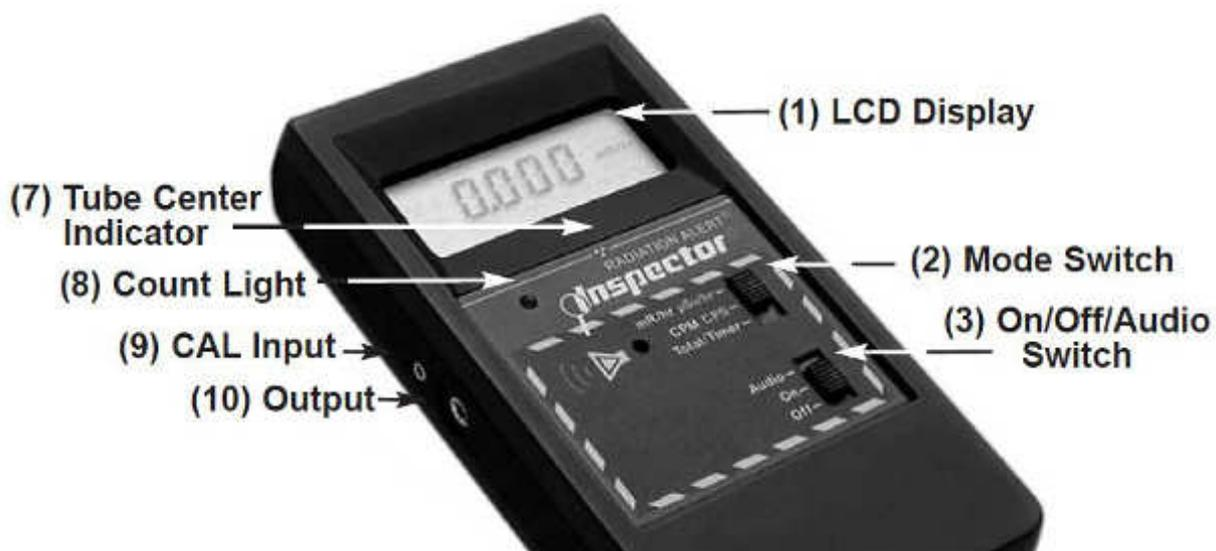
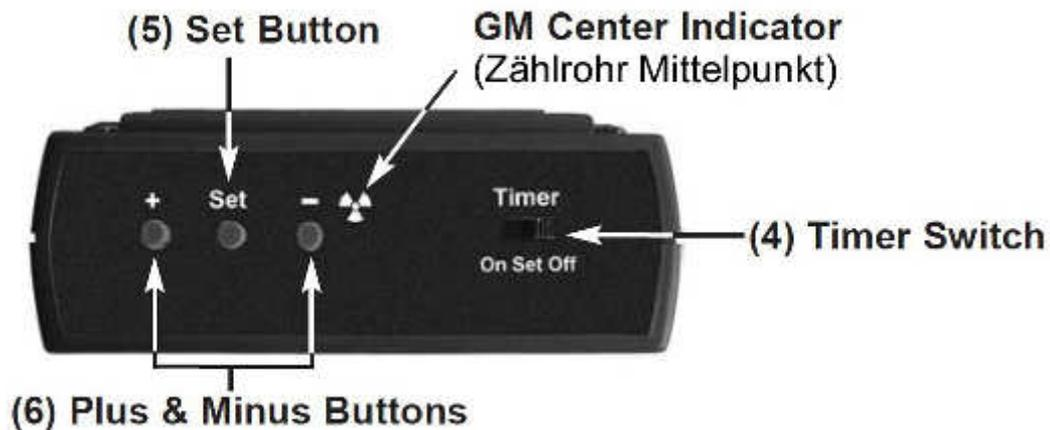

Bild 1: Frontansicht
Bild 2: Obere Stirnseite
Der »Inspector+« registriert ionisierende Ereignisse und zeigt das Resultat in einem „LCD-Display“ (Bild 1(1)) an. Mit dem „Betriebsartenumschalter (Bild 1 (2)) (Mode Switch)“ können Sie verschiedene Maßeinheiten auswählen. Wenn der »Inspector+« im Betrieb ist, wird jedes ionisierende Ereignis (Count) durch ein kurzes Aufleuchten des roten „Count Light“ (Bild 1(8)) angezeigt und, wenn mit dem „Aus/Ein/Audio Schalter (Bild 1 (3)) (Off/On/Audio Switch)“ Audio gewählt ist, ertönt zusätzlich ein akustischer „Klick“.
Betriebsartenumschalter (Bild 1 (2)) (Mode Switch)
Total/Timer. Die Anzeige gibt die Summe der Ereignisse von 1 bis 9 999 000 an. Wenn X1000 angezeigt wird, so ist die Anzeige mit 1000 zu multiplizieren. Die Summenanzeige wird mit dem Schalter „Mode Switch“ (Bild 1(2)) unter „Total/Timer“ gestartet. Siehe auch unter „III Betrieb“.
Aus/Ein/Audio Schalter (Bild 1 (3)) (Off/On/Audio Switch)
Timer Schalter (Bild 2 (4)) (Timer Switch)
Einstellknopf (Bild 2 (5)) (Set Button)
Plus & Minus Knöpfe (Bild 2 (6)) (Plus & Minus Button)
Der »Inspector+« benutzt eine 4,5 cm-Geiger-Röhre, im Volksmund wegen der Bauart auch „Pfannkuchen-Röhre“ genannt. An der Rückseite des »Inspector+« erkennt man ein Gitter, welches als Fenster (Window) bezeichnet wird, siehe Bild 4. Durch dieses Fenster können auch Alpha- und niederenergetische Beta- sowie Röntgenstrahlung eintreten, welche sonst das Plastikgehäuse nicht durchdringen könnten. Die kleinen Strahlungssymbole auf der Frontseitenbeschriftung (Bild 1 (7)) und auf der Stirnseite (Bild 2) markieren den Mittelpunkt der Geiger Röhre.
Der Eingang „CAL Input“ (Bild 1 (9)) wird bei der elektronischen Kalibrierung als Anschlussmöglichkeit für den Pulsgenerator benötigt. Siehe dazu „V Wartung“ \ „Elektronische Kalibrierung“.
Über den Ausgang „Output“ (Bild 1 (10)) besteht die Möglichkeit, den »Inspector+« mit einem Gerät zur Datenverarbeitung zu verbinden (Computer oder Ähnliches). Näheres siehe „III Betrieb“ \ „Anschluss von externen Geräten“.
Zum Einschalten des »Inspector+« wählen Sie zuerst mit dem Betriebsartenschalter („Mode Switch“) (Bild 1 (2)) die gewünschte Betriebsart und schalten Sie mit dem Aus/Ein/Audio Schalter („On/Off/Switch“) (Bild 1 (3)) den »Inspector+« ein. Dabei bleibt in der Stellung „On“ der »Inspector+« stumm, wenn Sie „Audio“ wählen, wird jedes Ereignis auch durch ein akustisches Signal (Klick) angezeigt.
Der akustische „Klick“ und das „Count Light“ (Bild 1 (8)) ergeben den unmittelbarsten Eindruck des Strahlungspegels. Die numerische Anzeige erscheint immer um drei Sekunden verzögert (automatische Mittelwertbildung), falls Sie nicht im „Total/Timer“ Modus arbeiten.
- 1.) Stellen Sie den Betriebsartenschalter (Bild 1 (2)) auf „Total/Timer“ und den Timer Schalter (Bild 2 (4)) auf „Set“. In der Anzeige erscheint das Stundenglas- sowie das SET-Symbol, und die numerische Anzeige zeigt z.B. 00:02, was in diesem Fall einer Messzeit von zwei Minuten entspräche.